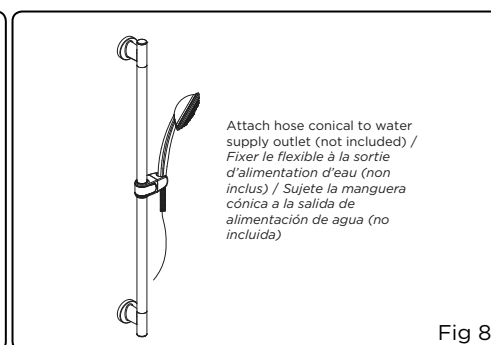

Fig 8
8. Attach one hose conical to water supply outlet (not included) and the other conical to handshower (Fig 8).
8. Fixer le raccord du flexible à la sortie d'alimentation d'eau (non inclus) et l'autre extrémité du flexible à la douche à main (fig. 8).
8. *Sujete un extremo de la manguera cónica a la salida de alimentación de agua (no incluida) y el otro extremo de la manguera cónica a la ducha de mano (fig. 8).*